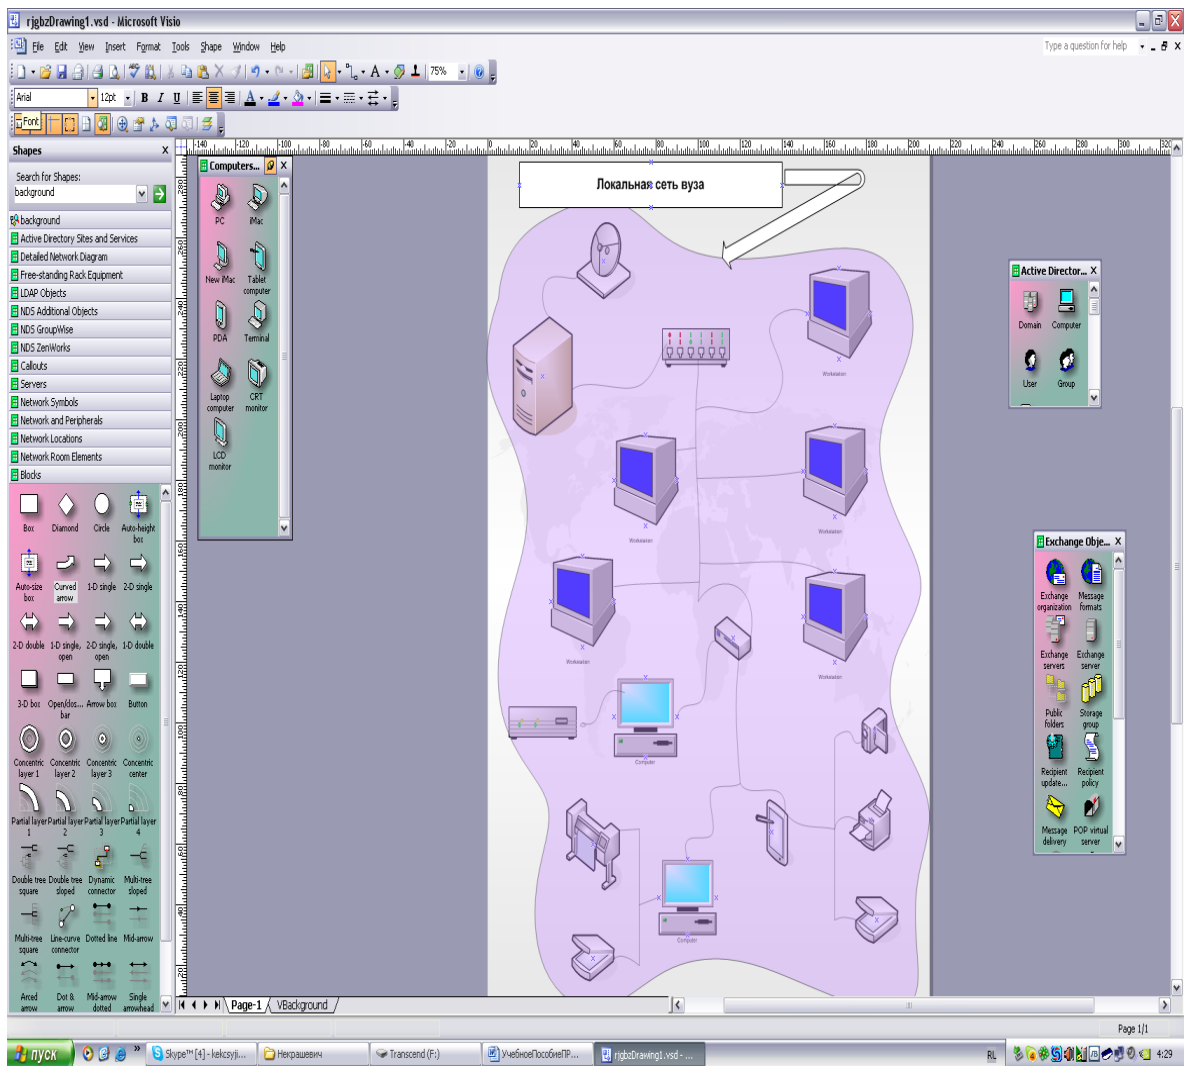

Рис.53. Образец рисунка в MS Visio.
Фигуры – это основа диаграмм. Первое, что обычно делают при создании рисунка, - размещают на листе фигуры. Уже потом их соединяют линиями, добавляют текст и прочие элементы оформления. Добавляют фигуры перетаскиванием в рабочую область рисунка. В рабочую область можно перетянуть сколько угодно фигур – их образец все равно останется на панели групп. Можно также в рабочей области разместить несколько панелей групп фигур, как это показано на рис. 53. Панели групп фигур (шейпов) открываются через команды: **File – Shapes** (Файл – Фигуры) или на
4. Создать рисунок по образцу, приведенному ниже (рис. 53).
6. Измените размеры фигур с помощью манипуляторов, измените форму двумерной фигуры (рис. 53, 55), используя желтые маркеры. Шейп **1-D single** из документа удалить.
13. Щелкните на кнопке **Text Tool**  на стандартной панели инструментов (для отключения и включения инструментов из этой группы используйте кнопку ). Перетяните указатель мыши, расширяя тем самым текстовый блок до необходимых размеров. Введите текст “Локальная сеть вуза” (рис. 53). Отформатируйте текст, используя панель инструментов форматирования: